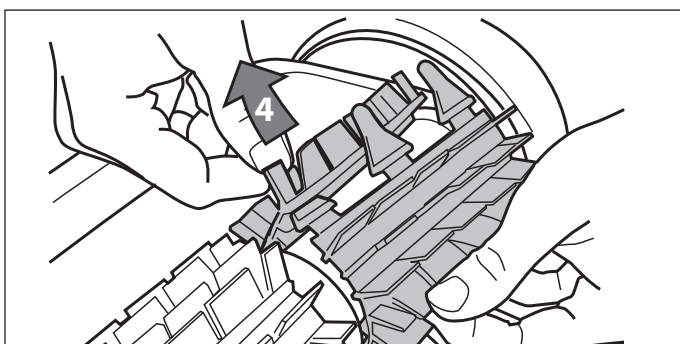

Figure 33. Insérer les onglets dans chaque fente
4. Fileter doucement chaque onglet à travers la fente fournie, de manière à ce que le talon sorte sur l'autre côté de l'ouverture. Se référer à la Figure 33.